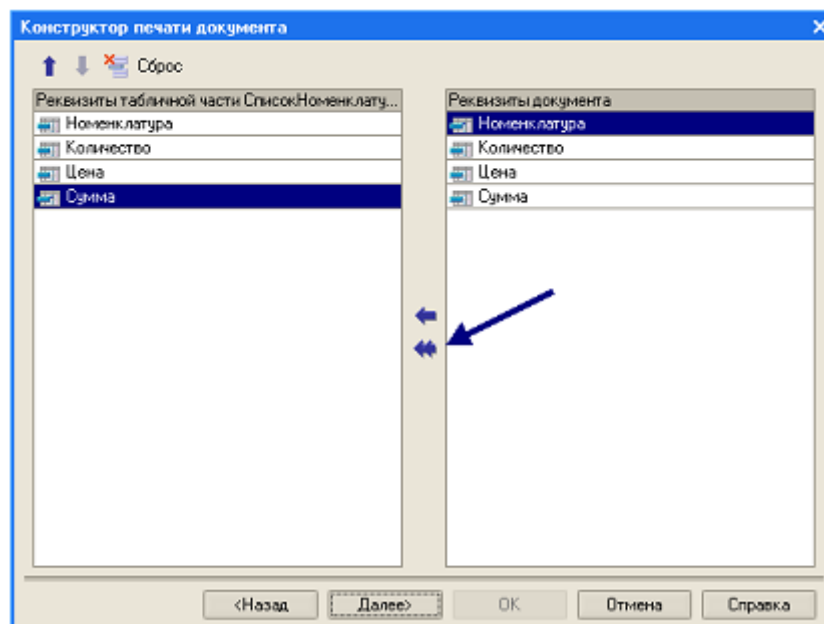

Рис. 73
- на третьем шаге точно также укажите, что все реквизиты табличной части документа, должны отображаться в печатной форме (рис. 73);